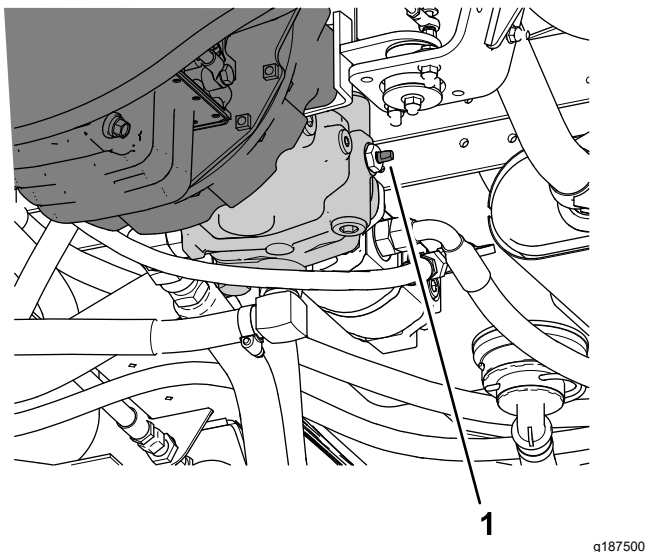

Figure 56
3. Tournez la vanne de remorquage (Figure 56) de 90° dans un sens ou dans l'autre pour l'ouvrir.